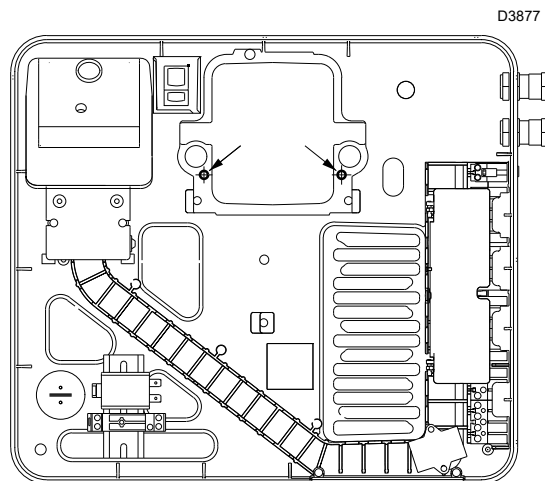
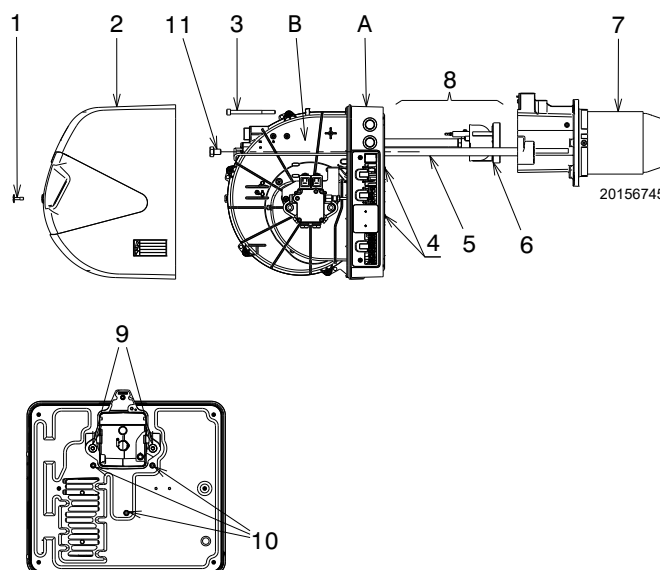

Fig. 28
Fig. 29
Para retirar el sensor UV 1) afloje los tornillos 2) y desenganche el soporte 3) después de quitar los tornillos 4) (Fig. 29 en la pág. 28).
- Si se hace necesario el mantenimiento del cuadro eléctrico (A)(Fig. 29) se puede quitar solo el grupo de ventilación (B)(Fig. 29) para permitir un mejor acceso a los componentes eléctricos.
- Con el quemador abierto como se indica en Fig. 29, desconectar los cables de los electrodos y retirar el grupo cabezal 8)(Fig. 29) desenroscando los dos tornillos 9)(Fig. 29).
- Desconectar los cableados correspondientes al motor ventilador, quitar los 3 tornillos 10)(Fig. 29) presentes en la chapa de protección y los 2 tornillos 11)(Fig. 29), y extraer el grupo de ventilación B)(Fig. 29) de las guías 4) - 5)(Fig. 29).
- Por último, se pueden utilizar 2 de los 3 tornillos 10)(Fig. 29) para fijar el cuadro eléctrico al manguito, en los puntos indicados en la Fig. 28 y, luego, proceder con las operaciones de mantenimiento.
- Hacer retroceder la parte A manteniéndola levemente levantada para no dañar el disco 6) en el tubo llama 7)(Fig. 29).